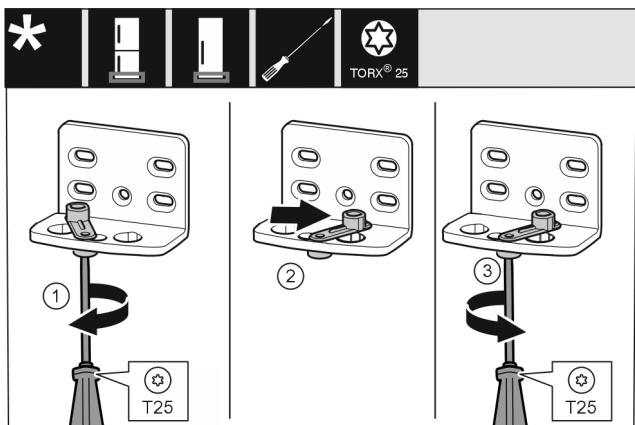

Fig. 10
- Vijake rahlo privijte z izvijačem T25. Fig. 10 (1)
- Pripomoček za zapiranje vrat dvignite in v izvrtni zavrtite za 90° v desno. Fig. 10 (2)
- Trdno privijte vijak z izvijačem T25. Fig. 10 (3)